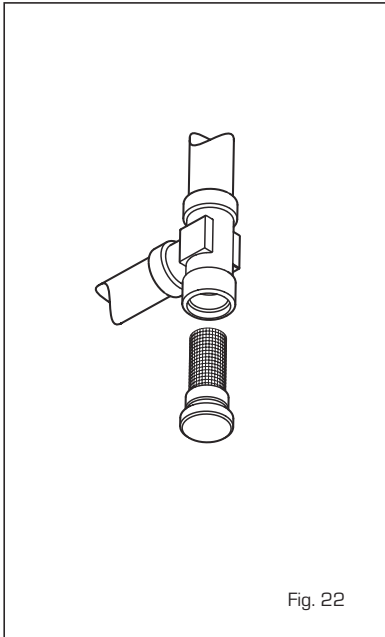

Fig. 22
4.5.2 Limpieza del filtro "Aqua Guard Filter System" (fig. 22)
4.5.3 Función de secado de la losa (fig. 22/a)